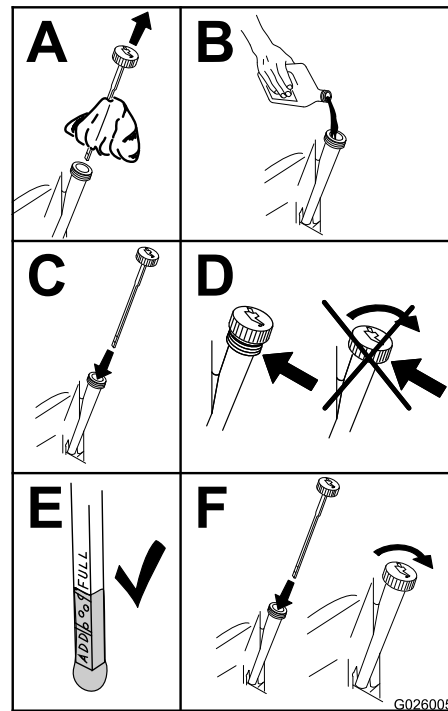

Figure 32
- Versez lentement environ 80 % de l'huile spécifiée dans le tube de remplissage, puis faites l'appoint lentement pour faire monter le niveau jusqu'au repère maximum (**Full**) (Figure 32).